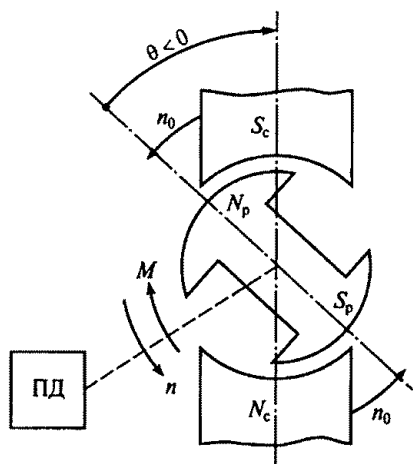

Рис. 230
9.69. Синхронный генератор вращается приводным двигателем (ПД). На рис. 230 показано расположение полюсов ротора N_p, S_p и статора S_c, N_c генератора. (Полюса статора для наглядности изображены в виде постоянных магнитов, на самом деле они являются неявными.) В каком из перечисленных признаков генераторного режима синхронной машины допущена ошибка?